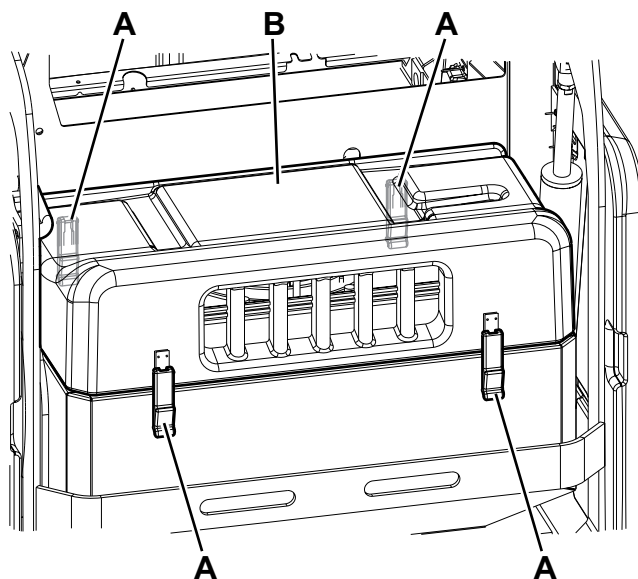

Рис. 13
1. Отведите машину на ровную поверхность, включите стояночный тормоз и поверните ключ зажигания (61) в положение «0».
2. Откройте аккумуляторный отсек (18), потянув за ручку (41), и надежным образом закрепите его с помощью опорного стержня (52). Отсоедините коннектор аккумулятора (45).
3. Отсоедините коннектор мотора вакуумной системы (53).
4. Ослабьте фиксаторы (А, Рис. 13) и снимите крышку вакуумной системы (В).